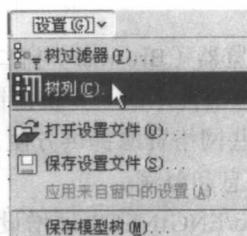
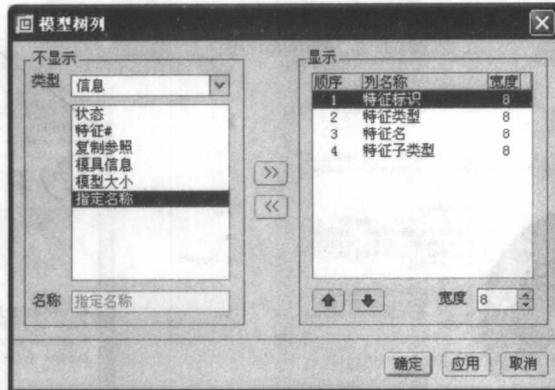

图 1-1 【设置】菜单
图 1-2 “模型树列”对话框
(1) 选择“模型树”中的【设置】→【树列】命令，如图 1-1 所示，系统弹出如图 1-2 所示“模型树列”对话框。
类型，单击 [X] 按钮，可将其移入“显示”栏；当不需要显示其信息时，可以在“显示”栏中选中该信息，单击 [X] 按钮取消其显示，如图 1-2 所示。